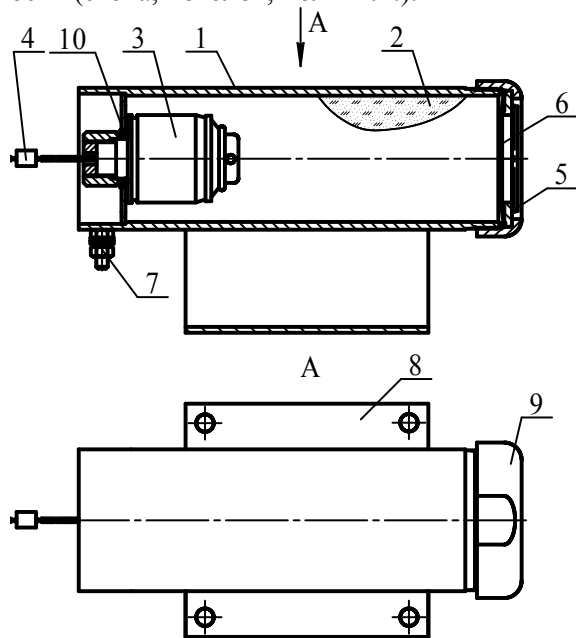

Рисунок 1
А.4.4.2 Закрепить кронштейн **8** (см. рисунок 1) на несущей поверхности (стена, потолок, пол). Координаты отверстий для крепления МПП показаны на рисунке 2.
4.1.1 МПП (см. рисунок 1) состоит из корпуса 1, в котором размещаются огнетушащий порошок (ОП) 2 и источник холодного газа (ИХГ) 3 с элементом электропусковым 4. В передней части корпуса находится насадок-распылитель 5, выходное отверстие которого перекрыто мембраной 6. Модуль имеет заземляющий зажим 7.
- ИХГ-0,65(М)-01 СИАВ 066614.025.000 ТУ для МПП нормального исполнения или ИХГ-0,65(М)-02 СИАВ 066614.025.000 ТУ для МПП специального исполнения (поз. 3 рисунок 1) – 1 шт.;
- резиновое кольцо 020-026-36 ГОСТ 9833-73 (поз. 9 рисунок 1) – 1 шт.;
- огнетушащий порошок ИСТО-1 ТУ 2149-001-54572789-00 (поз. 2 рисунок 1) - 0,5 кг;
- мембрана черт. СИАВ 634233.007.005 (поз. 6 рисунок 1) - 1 шт.